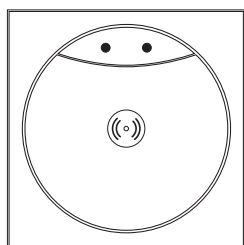

Fig. 1
- Unidad de lectura con cubierta mural y tornillos (Fig. 1)